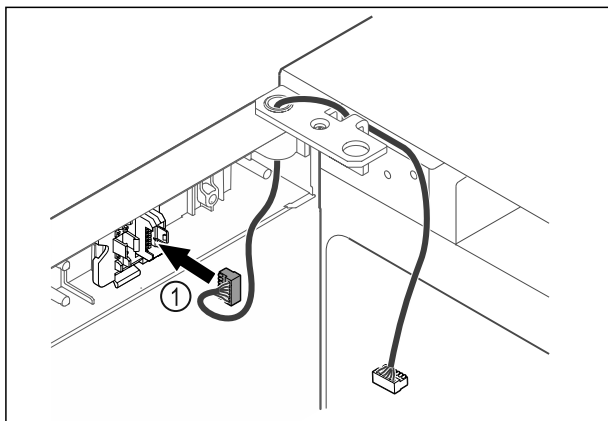

Fig. 42
- ▶ Vtič Fig. 42 (1) vstavite v držala vtiča.